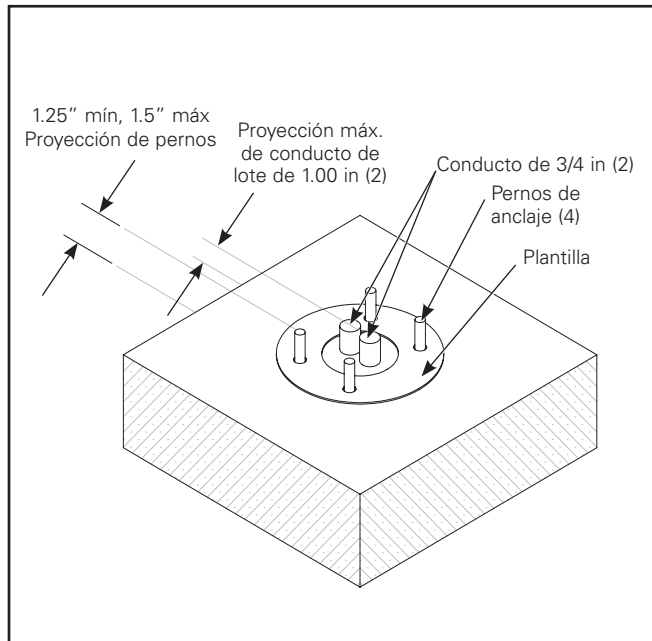

Figura 1.
1. Instale los anclajes de cimentación y los conductos utilizando las plantillas de anclaje provistas, tal como se ilustra. (Figura 1)